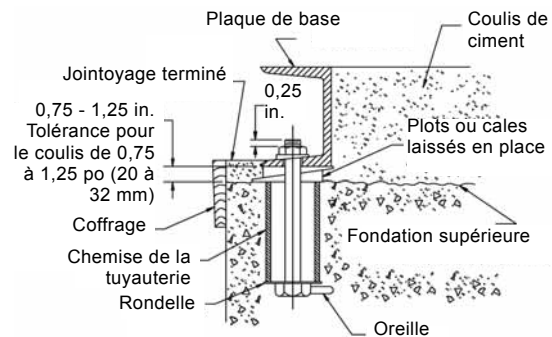

Fig. 1 Installation du boulon d'ancrage
3. Placer des boulons d'ancrage dans des manchons de tuyaux en tenant compte du positionnement. Voir fig. 1.
6. Construire un coffrage autour de la fondation en béton et verser le coulis de ciment à l'intérieur de la plaque de base, comme illustré en fig. 1. Le coulis de ciment compensera les irrégularités de la fondation, répartira le poids de la pompe et empêchera son déplacement.